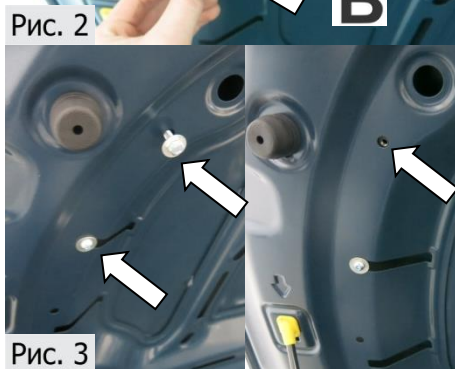

Рис. 3
3. В резьбовое отверстие планки закладной 1 вкрутить винт М6х20 с шайбой 6 ув. на 4-5 оборотов. Держась за винт, завести планку в отверстие (В). Совместить второе резьбовое отверстие в планке с отверстием (Г) в усилителе капота, (Рис.3).
4. Далее в отверстие (Г) временно вкрутить болт М6х20 на несколько оборотов. Вставкой-битой HEX 4мм затянуть винт М6х20 с усилием 9 Нм. Болт М6х20 выкрутить, (Рис.3).